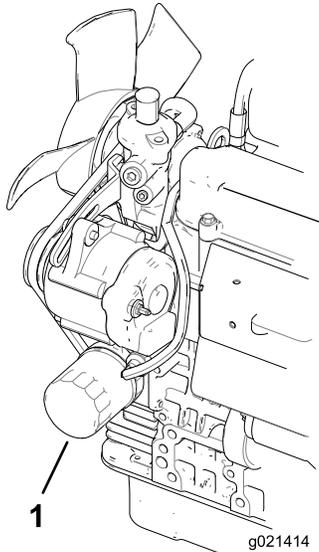

Figura 46
2. Retire el filtro de aceite (Figura 46). Aplique una capa ligera de aceite limpio al filtro nuevo antes de instalar el filtro. **No apriete demasiado.**